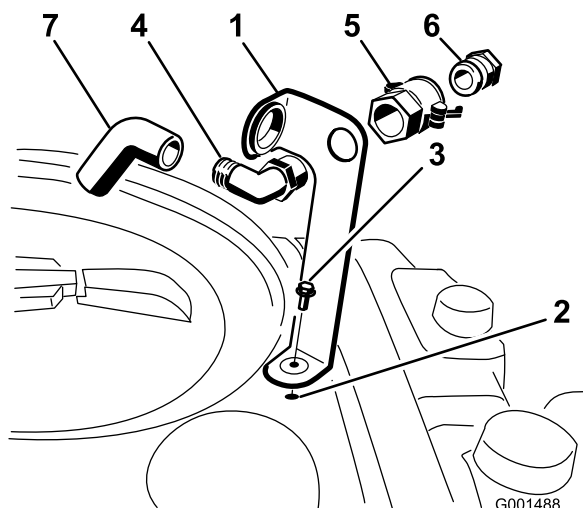

Bild 3
mit einem Bundbolzen (5/16" x 3/4"), wie in Bild 3 abgebildet.
- Stecken Sie das Gewinde des 90-Grad-Krümmer durch die Halterung und schrauben Sie die Schnellkupplung auf. Befestigen Sie sie an der Halterung (Bild 3).
3. Montieren Sie den Schlauchadapter auf die Schnellkupplung (Bild 3).
4. Drehen Sie die Hebel zum Adapter, um ihn zu arretieren. Befestigen Sie ihn dann mit den Splinten (Bild 3).
5. Stecken Sie den Rücklaufschlauch durch die große Öffnung in der Halterung und auf das Krümmende des 90-Grad-Winkelanschlusses (Bild 3).